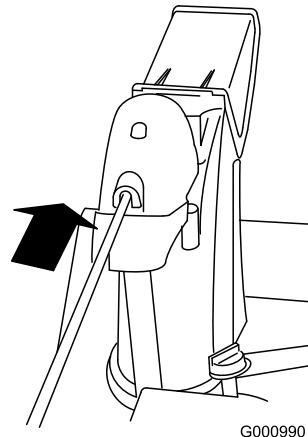

Figure 7
- Insérez le bout de la longue tige dans l'arrière du couvercle du mécanisme de l'éjecteur jusqu'à ce qu'il glisse dans le mécanisme (Figure 7).